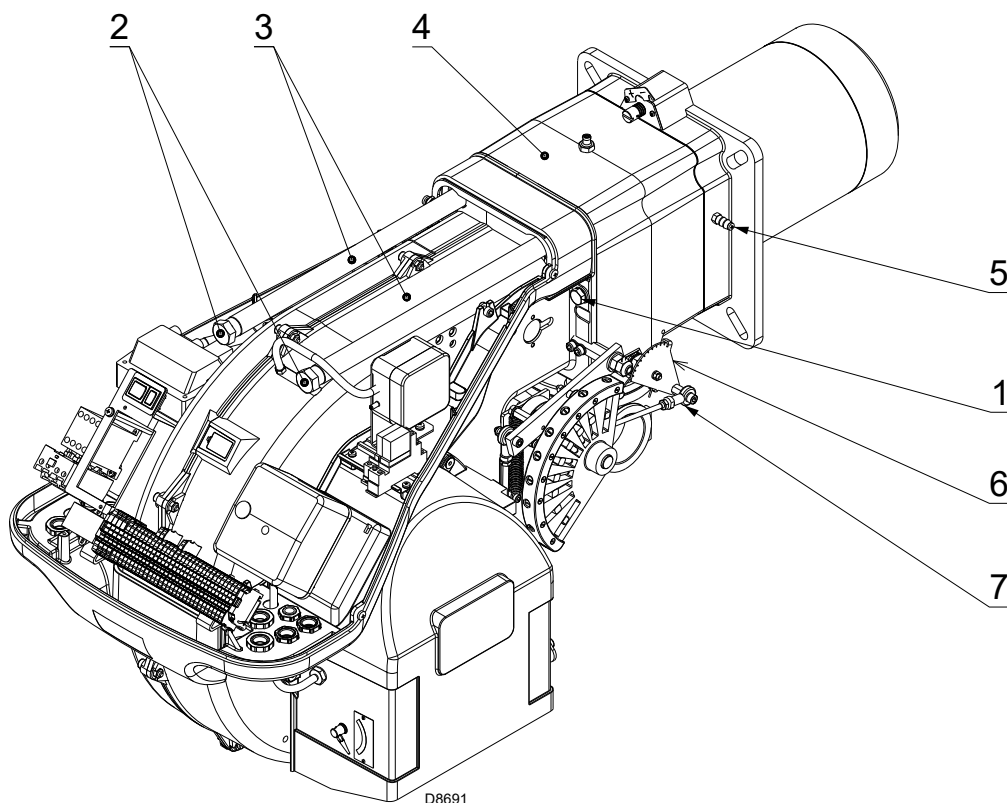

Рис. 15
- По окончании регулировки головки горелки установите горелку обратно на направляющие 3) и придвиньте её на расстояние приблизительно 100 мм от соединительной муфты 4) – горелка должна находиться в таком положении, как показано Рис. 15;
- Установите на место провод датчика и провод электрода, после чего сдвиньте горелку до муфты, горелка окажется в положении, показанном на Рис. 15;